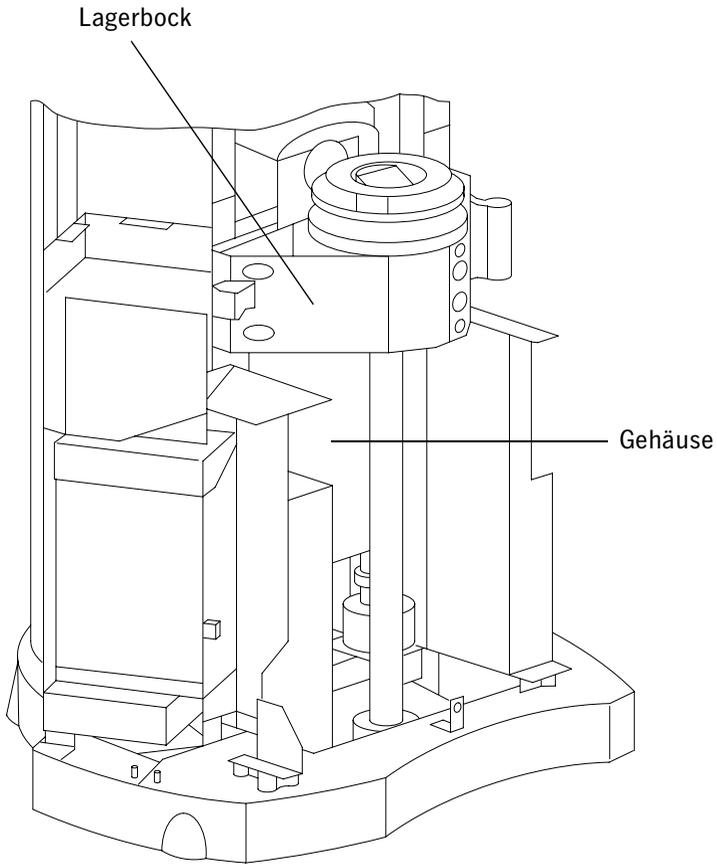

Bild 7
10. Lagerbock abschrauben (4x)	siehe Bild 7